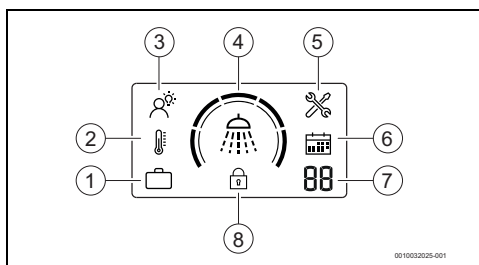

Fig. 5 Module d'affichage du régulateur
- Appuyer sur la touche  jusqu'à ce que l'écran affiche le mode SMART (→ Fig. 5 [3]).
- Appuyer sur la touche  jusqu'à ce que l'écran affiche le mode Manuel (→ Fig. 5 [2]).
- Appuyer sur la touche  jusqu'à ce que l'écran affiche le mode Vacances (→ Fig. 5 [1]).
- Appuyer sur la touche  pour régler le nombre souhaité de jours de vacances (→ Fig. 5 [7]).
Cette fonction verrouille le panneau de commande (→ Fig. 5 [8]).